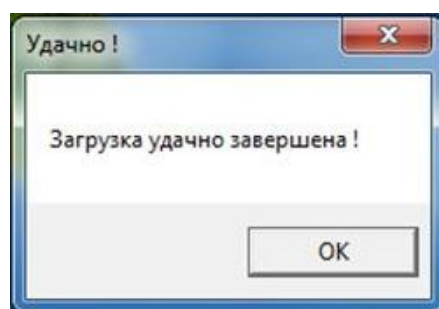

Рисунок 13 - Успешное завершение загрузки
- 1.2.13. После полной загрузки ПО, программа avr\_boot выдаст сообщение об успешной загрузке (рисунок 13).